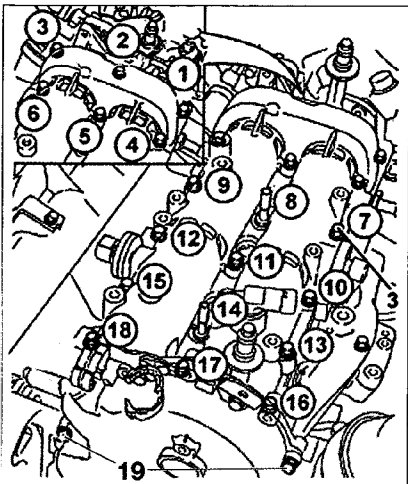

FIG. 29
- En un primer momento, apretar los tornillos de fijación de (1) a (6) a 0,9 daNm en el extremo de cárter del lado contrario a la distribución (fig. 29).
- Aflojar los tornillos de fijación (19) del cárter de distribución sobre el cárter de eje de levas.
- Pre-apretar a continuación, los tornillos de (7) a (18) en el orden indicado a 0,9 daNm.